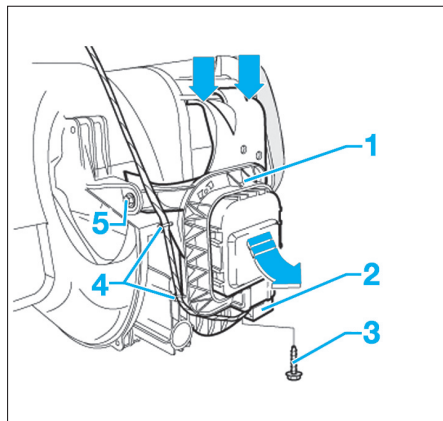

Fig. 19
- Sectionner avec précaution les serre-câbles (4) (Fig.19).